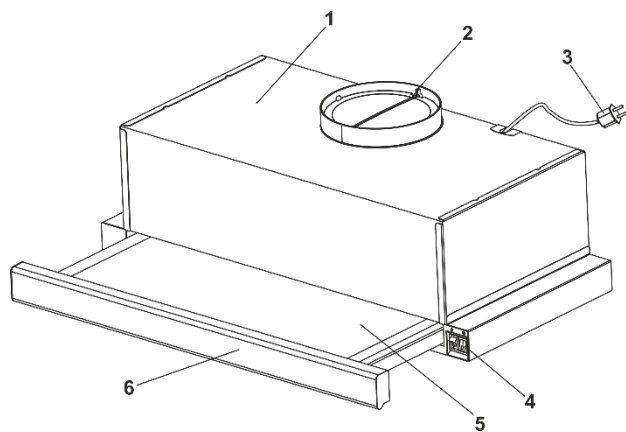

Рис. 3
5.3 Вытяжка состоит из следующих составных частей (рис.3 /3.1):